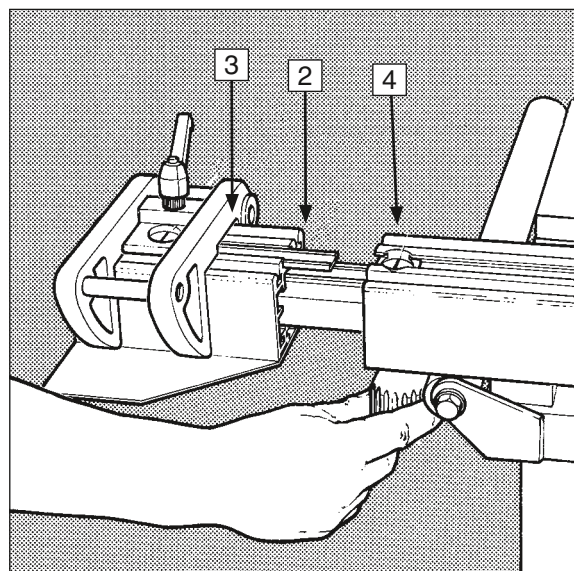

Abb.20
Die im 90° Anschlag integrierte Skala dient zum Ablesen der Schnittbreite am Queranschlag. Die Skala muss auf das von Ihnen verwendete Kreissägeblatt fein eingestellt werden. Stellen Sie dazu den Queranschlag (1) auf eine beliebige Stellung und schneiden Sie ein Probestück ab. Messen Sie nun die genaue Länge dieses Werkstückes mit einem Massband oder einer Schieblehre. Lösen Sie nun die Imbusschraube der Mass-skala und verschieben Sie die Skala bis Sie durch die Lupe im Queranschlag die abgemessene Länge ablesen. Danach wieder Imbusschraube festziehen. Mass-Skala (2) entsprechend nachschieben (Abb.20). Beim Arbeiten mit ausgezogenem Längenanschlag sollte darauf geachtet werden, dass der Anschlag (Abb.20) immer auf 1925 mm Mitte Leslupe eingestellt ist, damit alle anderen Masse übereinstimmen (4). Achtung : Beachten Sie dass beim Wechseln des Kreissägeblattes (anderer Stärke) eine Neueinstellung notwendig ist.